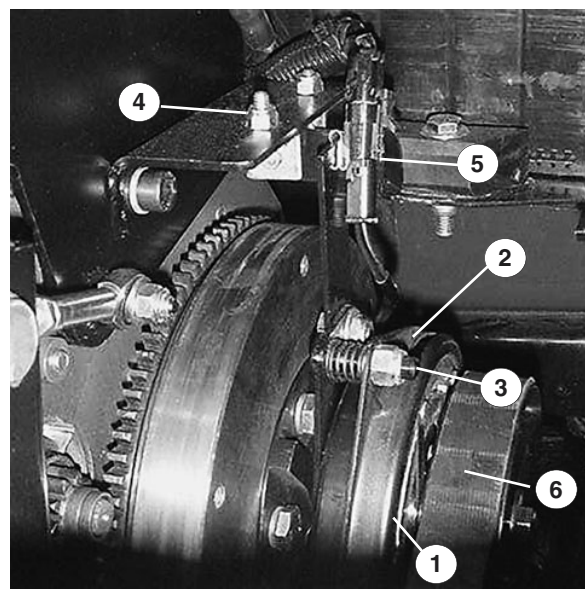

Figure 32
4. Tournez la poulie de prise de force vers le moteur et déposez la courroie (Fig. 32).
2. Retirez l'écrou et le boulon de la patte de retenue gauche afin de pouvoir déposer le pare-choc en caoutchouc (Fig. 32).
3. Débranchez le connecteur électrique de l'embrayage (Fig. 32).
4. Réglez l'entrefer de façon à pouvoir passer une jauge d'épaisseur de 0,015 pouce entre la garniture d'embrayage et la plaque de frottement en poussant légèrement (Fig. 32). Pour augmenter l'entrefer, tournez l'écrou de réglage dans le sens horaire.